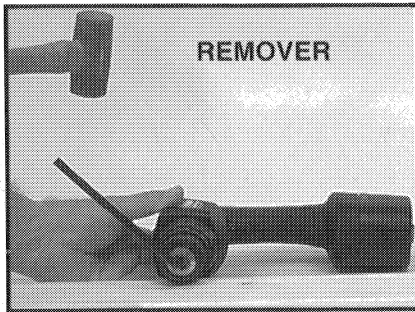

Fig. 9
5. Ponga la parte corta de una llave Allen (hexagonal) ($\frac{1}{4}$ " o más grande) dentro del mandril. Alinee los lados llanos con las mordazas y apriete bien el mandril. Con el mandril en una superficie sólida, coloque la llave hexagonal a la izquierda (vea Fig. 9) y golpéela con un martillo para aflojar el mandril. Para quitar el mandril, gírelo en sentido contrario a las manecillas del reloj.